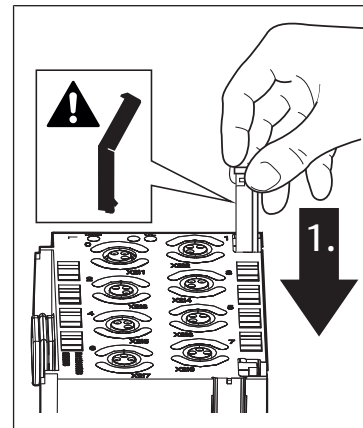
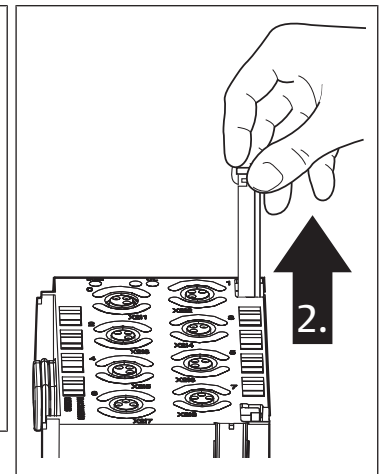

Fig. 8: Inserimento dell'elemento di fissaggio a molla
Fig. 9: Sollevamento verso l'alto dell'elemento di fissaggio a molla
2. Posizionare i moduli estratti in precedenza sulla superficie di montaggio e spingerli verso destra sull'unità (vedere Fig. 8: Inserimento dell'elemento di fissaggio a molla e Fig. 9: Sollevamento verso l'alto dell'elemento di fissaggio a molla). Assicurarsi che le guarnizioni siano posizionate correttamente.
- ▶ Inserire gli elementi di fissaggio a molla compresi nella fornitura sul modulo I/O e premerli nella scanalatura, fino allo scatto (vedere Fig. 8: Inserimento dell'elemento di fissaggio a molla).
Prima di assemblare i moduli, sollevare gli elementi di fissaggio a molla sempre fino alla battuta (vedere Fig. 9: Sollevamento verso l'alto dell'elemento di fissaggio a molla).